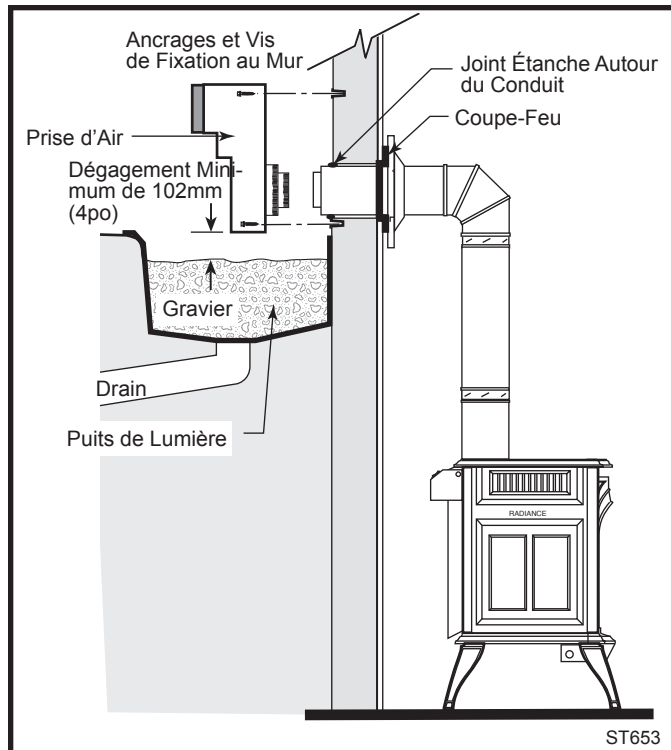

Fig. 31 Installation du nécessaire de prise d'air.
Installez le nécessaire de prise d'air 7FSDVSKS lorsqu'il n'est pas possible de respecter la distance de dégagement de 305 mm (12 po) au-dessus du niveau du sol de la sortie de ventilation. Le nécessaire de prise d'air autorise une profondeur d'installation pouvant aller jusqu'à 178 mm (7 po) sous le niveau du sol, cette distance étant mesurée depuis le centre du conduit de ventilation horizontal traversant le mur. **Si le système de ventilation fait l'objet d'une installation sous le niveau du sol, il est alors recommandé de prévoir un puits de lumière comportant un dispositif de drainage adéquat.** (Fig. 31)
2. Creusez le sol jusqu'à une profondeur d'environ 406mm (16po) sous le socle de la prise d'air. Installez le puits de lumière (non compris). Remplissez ensuite le trou d'une épaisseur de gravier grossier de 305mm (12po) en prenant soin de prévoir un dégagement d'environ 102mm (4po) sous la prise d'air. (Fig. 31)